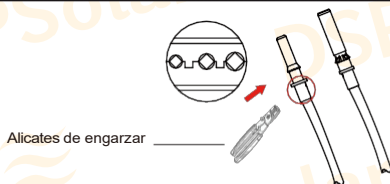

Imagen 3.4 Engarce el pin de contacto al cable
- b) Engarce los terminales metálicos con unos alicates de engarzar, tal y como se muestra en la imagen 3.4.